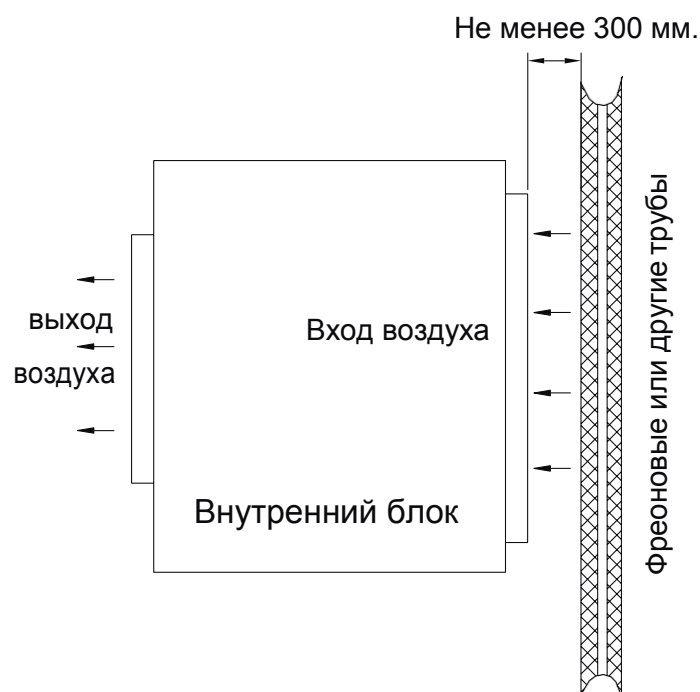

Рис. 12.1.
12.1.4. Фреоновые трубы не должны служить препятствием входу и выходу воздуха внутренних блоков. Расстояние между фреоновой трубой (с изоляцией) и воздухозаборной решеткой должно быть не меньше 300 мм (рис. 12.1.). Если фреоновые трубы требуется проложить со стороны выхода воздуха из блока, не рекомендуется располагать их непосредственно напротив воздуховыпускной решетки. Фреоновые трубы не должны касаться никаких элементов внутренних блоков за исключением мест соединения. Нарушение перечисленных правил может привести к снижению производительности и повышенному шуму.